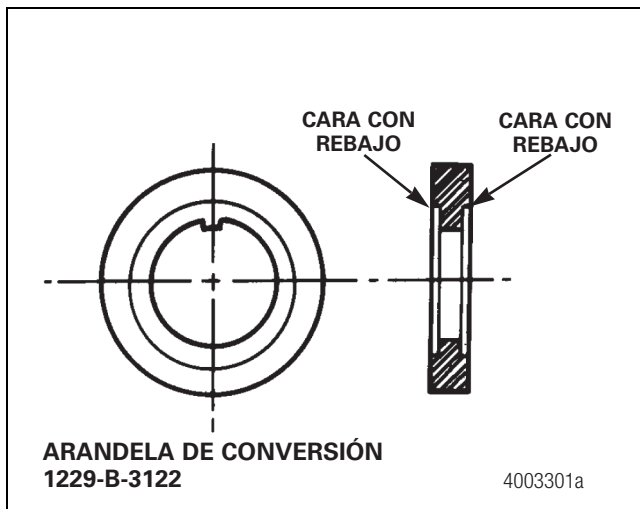

Figura 11.6
4. En el modelo de eje TP donde el componente más interno es una arandela, el cambio se hará por una pieza número 1229-B-3122 y la tuerca de ajuste por una pieza número 1227-W-517. Figura 11.6.